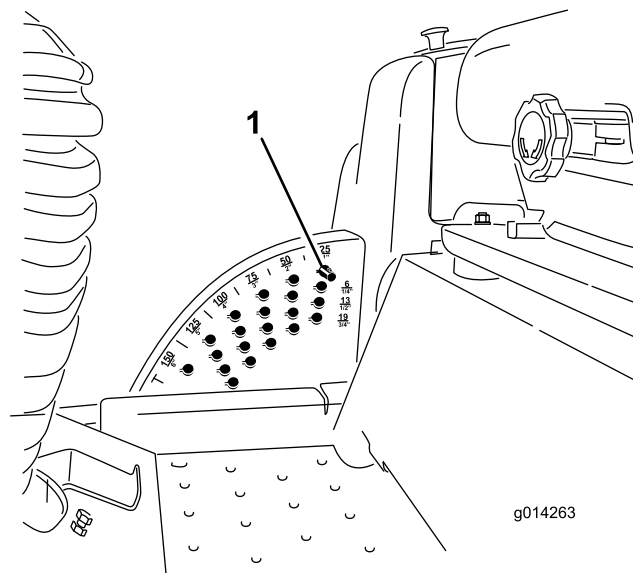

図16
高ストップピンを外し「刈高の調整」を参照、ピンを15 cmの刈高位置に差し込みます(図16)。
1. エンジンが回転している状態で、デッキ昇降スイッチの後側を押し、デッキが完全に上昇したら直ちにレバーから手を離す(図16)。
2. ストップピンについているロールピンを回してピンと刈高設定穴のスロットとが整列したところでピンを抜き取る(図16)。
3. 刈高ブラケットについている穴から、希望する刈高に対応する穴を見つけ、その穴にピンを通し、ピンを回してロックする(図16)。
**注** 刈高設定穴は、扇形の外周に一番近い段から全部で4段列あります(図16)。外周側の列は、外周部に刻印されている通りの刈高の穴です。2列目の穴は、それぞれ1列目プラス6mmの刈り高となります。3列目の穴は、それぞれ1列目プラス12mmの刈り高となります。一番下の列の穴は、それぞれ3列目プラス18mmの刈り高となります。刈高158mmだけは例外で、2列目のはずれにあります。この穴にセットすると刈高158mmとなります6mmアップにはなりません。